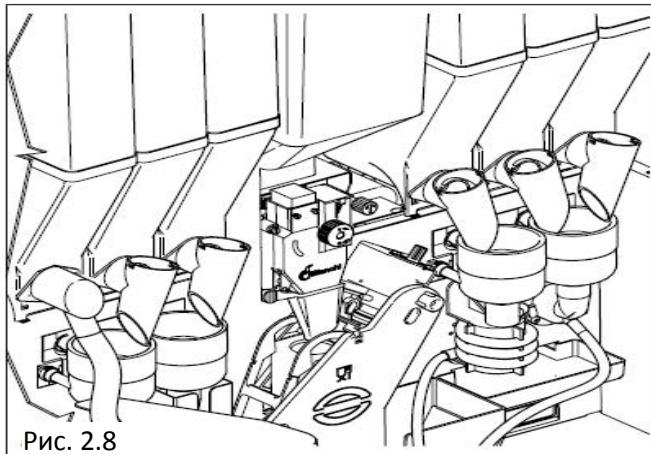

Рис. 2.8
- При наличии, активируется двигатель миксера (Рис.2.8)